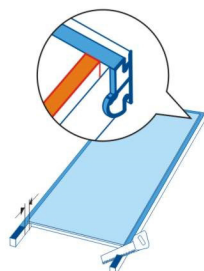

Рис. 2
2.3. Уложите короткий и длинный элемент коробки, как показано на рис.2. Запиленная часть вертикальной стойки является местом стыка с верхним элементом короба.